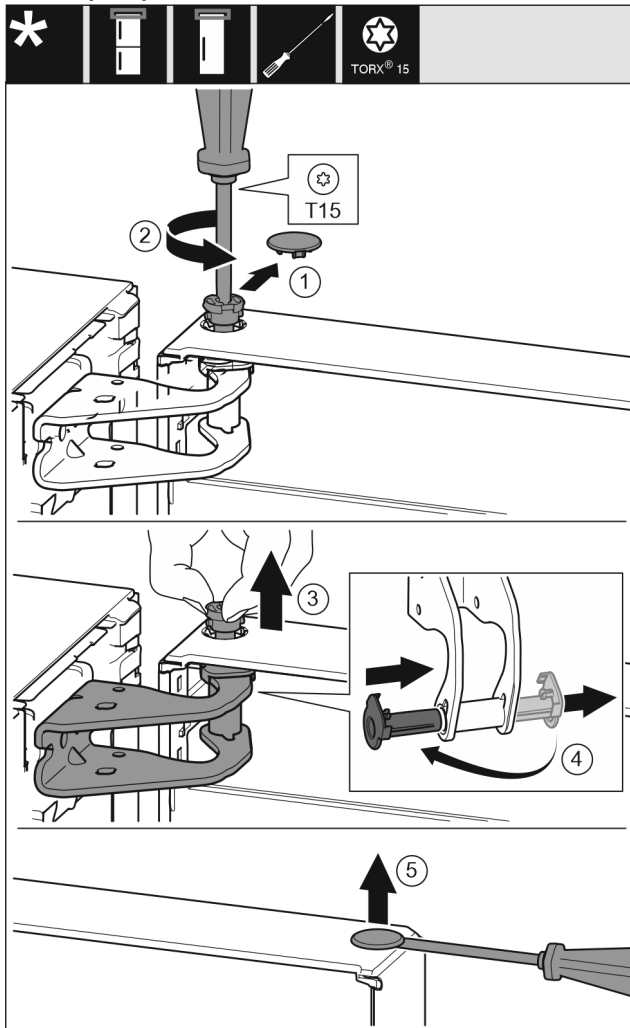

Fig. 10
- ▶ Обережно зніміть запобіжну кришку. *Fig. 10 (1)*
- ▶ Трохи викрутіть гвинт за допомогою викрутки T15. *Fig. 10 (2)*
- ▶ Притримуйте дверцята і витягніть палець руками. *Fig. 10 (3)*
- ▶ Витягніть із напрямної опорну втулку. Встановіть і зафіксуйте з іншого боку. *Fig. 10 (4)*
- ▶ За допомогою шліцевої викрутки обережно підійміть пробку із опорного втулка дверцят та витягніть її. *Fig. 10 (5)*